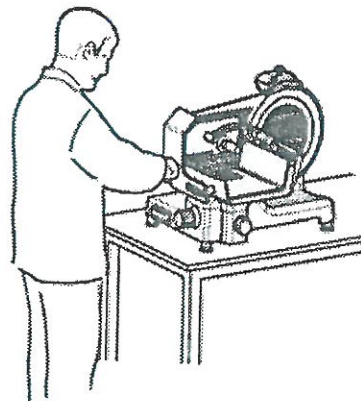

Abb. 42
1. Korrekte Stellung einnehmen, um Unfälle zu vermeiden: mit der rechten Hand den Handgriff des Pressers ergreifen und die linke Hand neben den Scheibenhalter bereit halten, um die Scheiben zu entnehmen (**dabei nicht das Schneideblatt berühren**); der Körper muss zum Arbeitstisch hin senkrecht stehen. (Abb. 42).
9. Korrekte Stellung einnehmen, um Unfälle zu vermeiden: Einschaltdruckknopf "ON", drücken, die linke Hand neben dem Scheibenhalter bereit halten, um die geschnittenen Scheiben abzunehmen (**dabei nicht das Schneideblatt berühren**); der Körper muss zum Arbeitstisch hin senkrecht stehen. (*Abb. 42*);